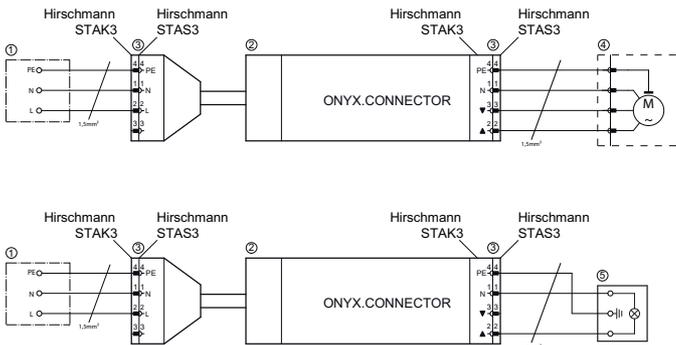
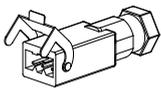
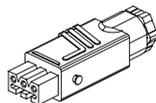

Fig. 2: Schema di collegamento motore veneziana, avvolgibile, tenda da sole, illuminazione
Fig. 3: Spina STAS 3 con staffa
Fig. 4: Accoppiamento STAK 3
2. Collegamento dell'alimentazione elettrica come mostrato in fig. 2.
ONYX.CONNECTOR viene collegato alla rete elettrica mediante la spina Hirschmann STAS 3. Se il cavo di collegamento dell'edificio non dispone di un accoppiamento Hirschmann STAK 3 (fig. 4), questo deve essere montato successivamente. Fare riferimento alla posizione dei raccordi rappresentati nella fig. 1 e fig. 2.
La connessione del motore / dell'illuminazione a ONYX.CONNECTOR avviene direttamente mediante il collegamento a innesto Hirschmann. Se il motore / l'illuminazione non dispone di una spina STAS 3 (fig. 3), questa deve essere montata successivamente sul cavo di collegamento. Fare riferimento alla posizione dei raccordi rappresentati nella fig. 1 e fig. 2.